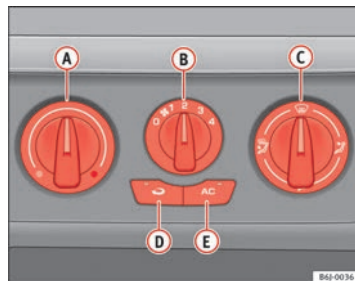

Abb. 94 In der Instrumententafel: Bedienelemente Klimaanlage
- Schalten Sie die Klimaanlage mit der Taste ⇒ Abb. 94  aus (die Kontrollleuchte in der Taste erlischt).
Im Umluftbetrieb ⇒ Abb. 94  (in der Taste leuchtet eine Kontrollleuchte auf) wird verhindert, dass starke Umweltgerüche in das Fahrzeuginnere gelangen können, die beispielsweise beim Durchfahren eines Tunnels oder in einem Stau auftreten können.